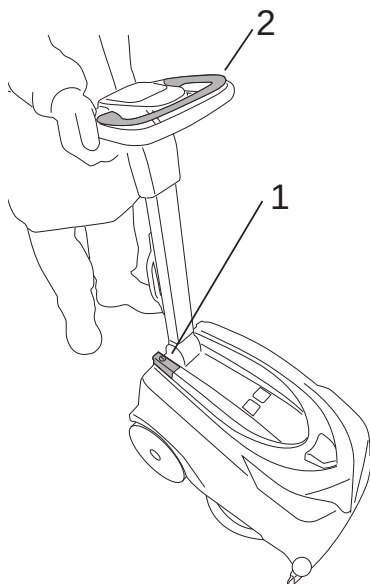
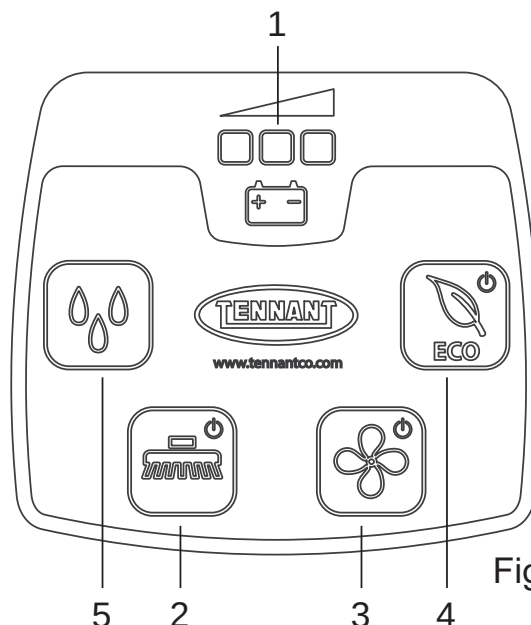

Fig.14
Fig.15
- Interrupteur général (Fig. 14 - Rep 1): active et désactive l'alimentation électrique de toutes les fonctions de la machine.
- Témoin de charge de la batterie (Fig. 15, Rep. 1) : constitué de 3 leds de couleur rouge, jaune et verte qui indiquent le niveau de charge de la batterie. Les situations possibles sont:
- Bouton brosse (Fig. 15 - Rep 1) : active ("led allumée") et désactive ("led éteinte") la fonction "Brosse", la brosse ne se met en marche que lorsqu'on actionne le "Lever de commande brosse" (Fig. 14 - Rep 2).
- Bouton aspiration (Fig. 15 - Rep 3) : met en marche ("led allumée") et arrête ("led éteinte") le moteur d'aspiration, qui permet de sécher le sol. Le moteur se met en marche uniquement lorsqu'on actionne le "Lever de commande brosse".
- Bouton de débit de solution (Fig. 15 - Rep. 5) : pour activer, désactiver ou modifier la distribution du flux de solution, procéder comme suit :
- Bouton ECO (Fig. 15 - Rep. 4) : active ("led allumée") ou désactive ("led éteinte") le fonctionnement ECO.